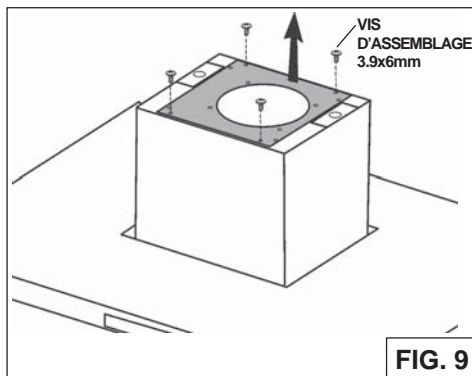

FIG. 9
2. Retirer la plaque du ventilateur en dévissant les vis (4) 3.9x9.5 mm (Fig.9).